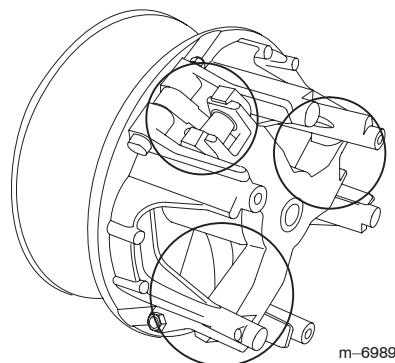

Figura 56
- Lubrique las piezas en movimiento en las zonas indicadas en la Figura 56 usando Spray Lubricante Seco de Toro, disponible a través de su Servicio Técnico Autorizado Toro.